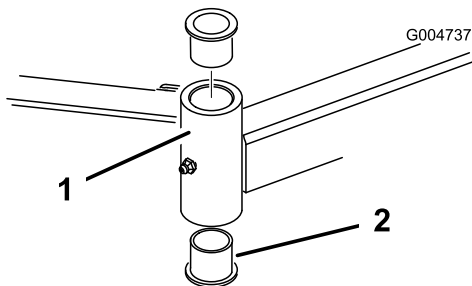

Figure 106
4. Insérez un chasse-goupille dans le haut ou le bas du tube de montage et chassez la bague hors du tube (Figure 106). Chassez ensuite l'autre bague. Nettoyez l'intérieur des tubes de montage.